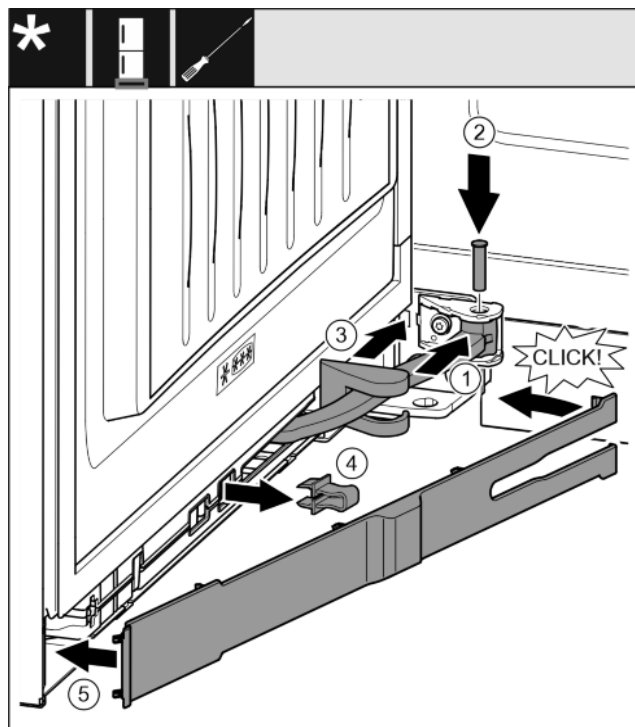

Fig. 37
- Zgibni del v vpetju zavrtite. Fig. 37 (1)
- Z izvijačem T15 vstavite sornik v vpetje in zgibni del. Pri tem pazite, da zaskočni zapah pravilno sedi v utoru. Fig. 37 (2)
- ▶ Potisnite pokrov ležajnega podstavka vzdolž zgibnega dela in ga montirajte nad vpetjem. *Fig. 37 (3)*
- ▶ Snemite varovalo. *Fig. 37 (4)*
- ▶ Namestite pokrov na strani ročaja in ga obrnite navznoter. *Fig. 37 (5)*